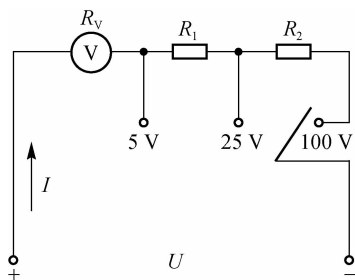

图 1-46 多量程电压表
**【例 1-16】** 电路如图 1-46 所示,欲将量程  $U_V$  为 5 V、内阻  $R_V$  为  $10 \text{ k}\Omega$  的电压表改装成 5 V、25 V、100 V 多量程的电压表,求所需串联电阻的阻值。